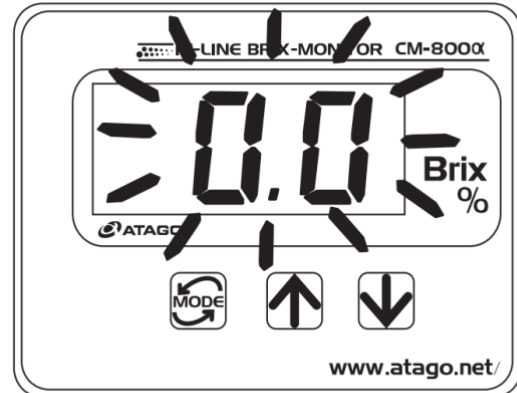

Fig.12-2 Example of the adjustment to the Brix 0.0%
- ⑤ Lorsque la valeur Brix(%) clignote, réglez la valeur à 0,0 % pour l'eau distillée ou à la valeur réelle pour l'échantillon de référence en utilisant la touche  et/ou  (Fig.12-2).